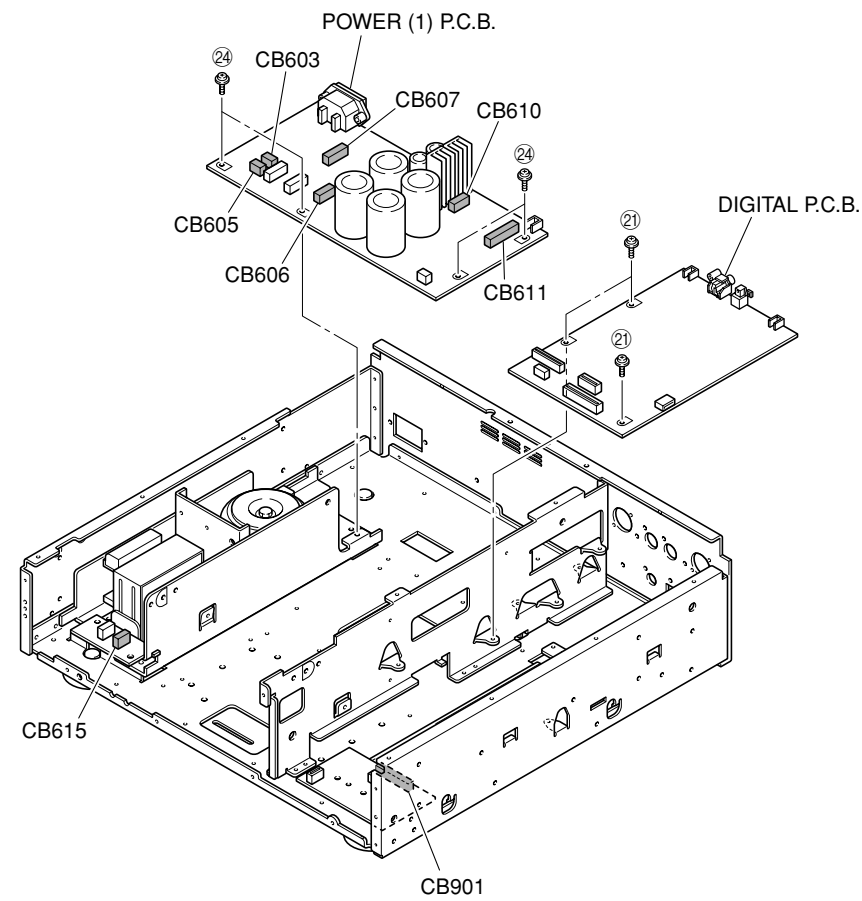

Fig. 8
- a. Remove 3 screws (21). (Fig. 8)
- c. Remove CB610-611 and CB901. (Fig. 8)
- d. Remove the DIGITAL P.C.B.. (Fig. 8)
**8. Removal of POWER (2) P.C.B.
- b. Remove CB602 and CB604. (Fig. 8)
- c. Remove the POWER (2) P.C.B.. (Fig. 8)
**9. Removal of POWER (1) P.C.B.**
- a. Remove 4 screws (24). (Fig. 8)
- c. Remove CB603, CB605-607 and CB615. (Fig. 8)
- d. Remove the POWER (1) P.C.B.. (Fig. 8)
- a. 21のネジ3本を外します。(Fig. 8)
- c. CB610-611、CB901を外します。(Fig. 8)
- d. DIGITAL P.C.B.を取り外します。(Fig. 8)
- a. 24のネジ4本を外します。(Fig. 8)
- c. CB603、CB605-607、CB615を外します。(Fig. 8)
- d. POWER(1)P.C.B.を取り外します。(Fig. 8)